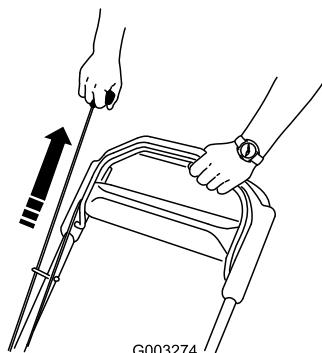

Figura 16
2. Tirate l'avviatore autoavvolgente (Figura 16)